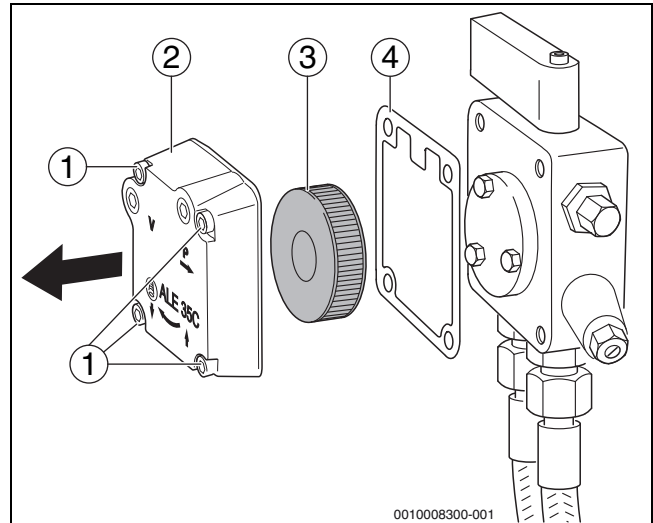

Bild 31 Ölpumpenfilter prüfen – Ölpumpe Suntec
- Die vier Innensechskantschrauben (→Bild 31, [1]) lösen.
- Gehäusedeckel (→Bild 31, [2]) abnehmen.
- Ölpumpenfilter (→Bild 31, [3]) herausnehmen.
- Dichtung (→Bild 31, [4]) auf Beschädigung prüfen und gegebenenfalls austauschen.
- Ölpumpenfilter (→Bild 31, [3]) mit Waschbenzin reinigen, gegebenenfalls austauschen und wieder in die Ölpumpe einbauen.